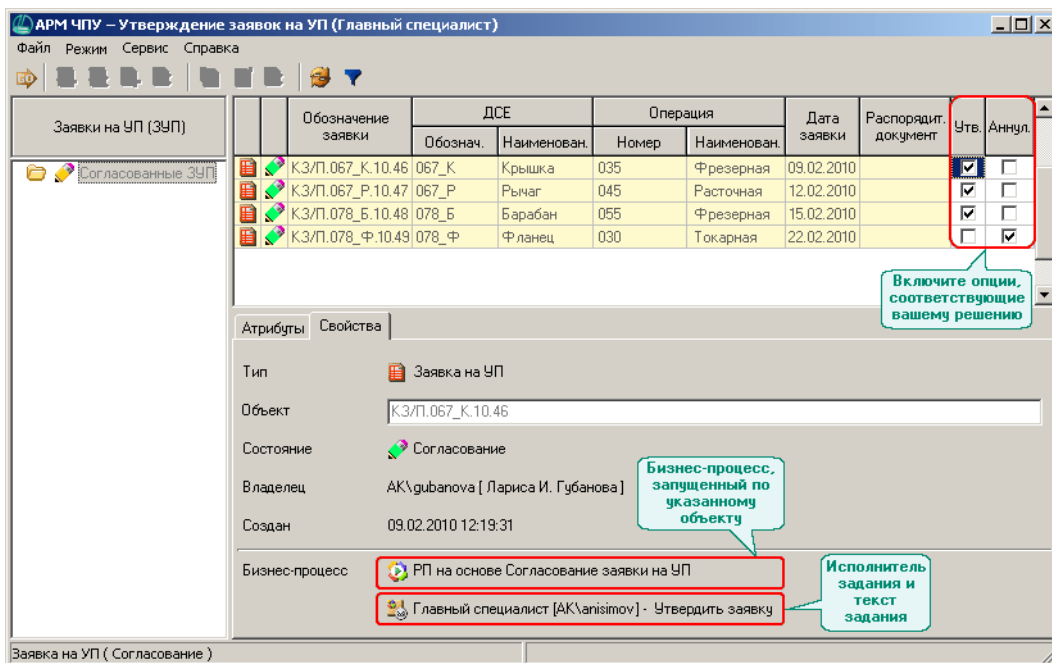

Рис. 2.6.
1. Запустите *АРМ ЧПУ* и вызовите со страницы главного меню **Режим** команду **Главный специалист – Утверждение заявок на УП**. В окне программы (рис. 2.6) вы увидите: